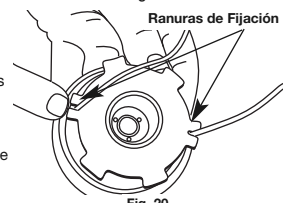

Fig. 20
13. Inserte los extremos de la línea a través de los ojillos de la bobina exterior y coloque el carrete interior con el resorte dentro de la bobina exterior (Fig. 20). Empuje el carrete interior y la bobina exterior entre sí. Mientras sostiene el carrete interior y la bobina exterior, tome los extremos y tire con firmeza para soltar la línea de las ranuras de fijación de la bobina.
5. Inserte los extremos de la línea en los ojillos de la bobina exterior (Fig. 20).